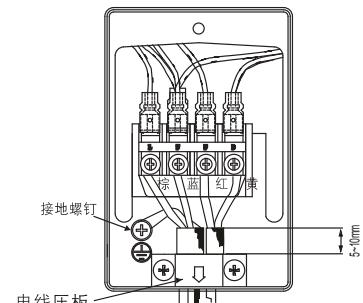

图 24
- (1) 把室外机组中连接电缆按图24所示正确地牢固连接。(紧固力矩8–15kgf·cm)
- (2) 用电线压板将连接电缆用螺钉坚固。(电线压板固定时, 所示箭头必须向下)
- (3) 必须将黄/绿线如图24所示接至前面板带有“”标志的接地螺钉上。
- (4) 连接电缆不可以碰铜管的裸露部分及截止阀。